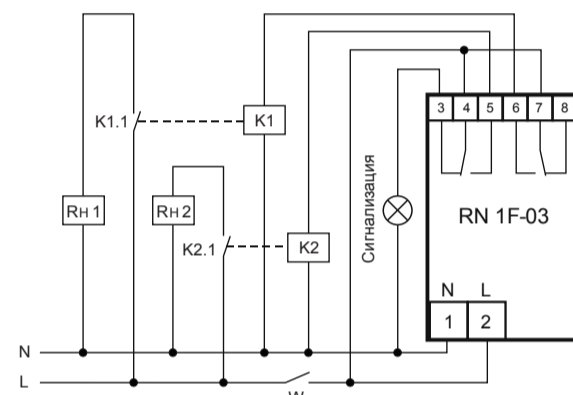

Рис. 3: схема подключения нагрузки мощностью более 0,6 кВт к устройству
7.3. В случае, если мощность нагрузки более 0,6 кВт, то нагрузки подключаются к изделию через контактор соответствующей мощности и проводом соответствующего сечения согласно рис. 3.